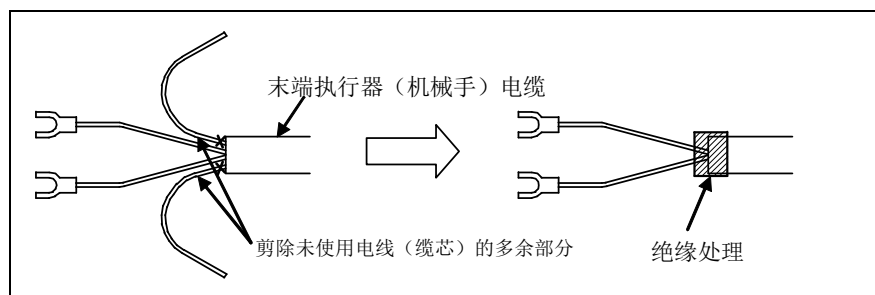

图 5 末端执行器（机械手）电缆的处理方法
- 请剪除末端执行器（机械手）电缆的未使用电线（缆芯）的多余部分并进行绝缘处理。如缠绕醋酸布胶带等。（见图 5）